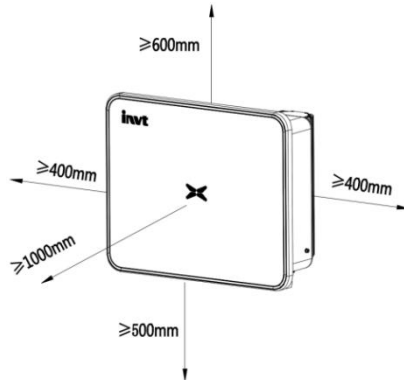

Abb. 4.4 Installationsabstände
- (3) Bei der Installation mehrerer Wechselrichter muss ein bestimmter Abstand zwischen den Wechselrichtern eingehalten werden, wie in Abbildung 4.4 dargestellt. Gleichzeitig muss ein ausreichender Abstand über und unter dem Wechselrichter eingehalten werden, um eine gute Wärmeableitung zu gewährleisten.